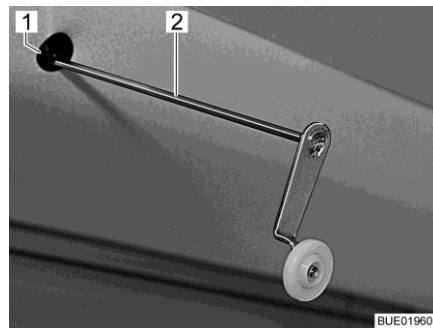

Bild 136 Kurbel für Notbetrieb
- Beiliegende Kurbel (Bild 136,2) oder Innensechskantschlüssel in die Aufnahme (Bild 136,1) am Motor stecken. Die Aufnahme befindet sich im Ausschnitt der Blende oben links am Hubbett.